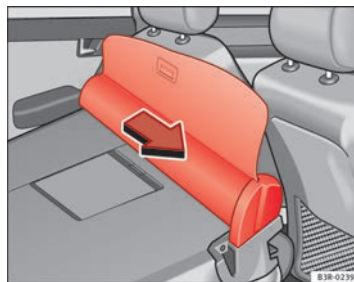

Fig. 120 Desmontar la cubierta del maletero / red de separación
- Tire de la red de separación en la dirección de la flecha ⇒ fig. 120 y sáquela de sus guías.